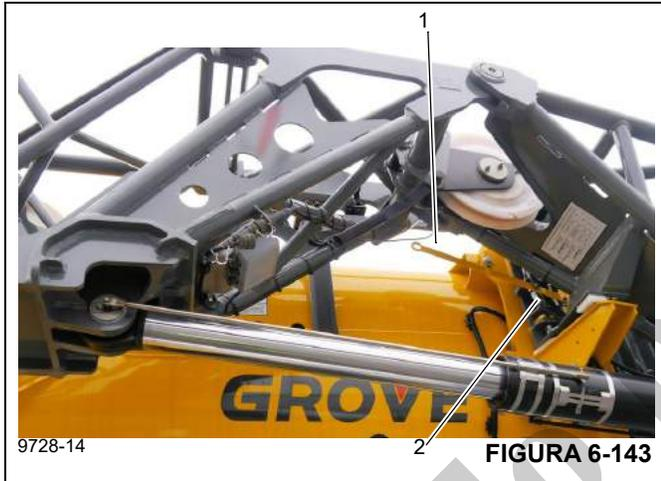

FIGURA 6-143
- Levante la manija (1), (Figura 6-143), para levantar el pasador (2), (Figura 6-143), completamente en su escuadra. Asegure en el lugar. Empujar la manija hacia arriba manualmente mueve el pasador n.º 2 a la posición de bloqueo, lo que retraerá los cables de enclavamiento fuera de los dos pasadores en los que se balancea la extensión de la pluma.